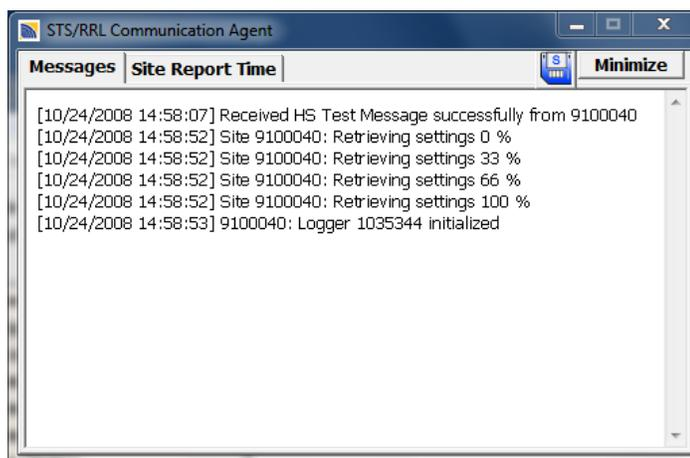

Figura 5-17 Communication Agent del STS que muestra una inicialización satisfactoria
- 6) El proceso de inicialización sólo debe tomar unos pocos minutos. Durante el proceso, el estado del controlador del STS Gold cambiará de "Inactivo" a "Inic". Si la inicialización se realiza correctamente, se dará un mensaje y el estado del controlador del STS cambiará de "Inic" a "Registrando" o "FUT.ST". El sistema comenzará a recolectar datos en la hora especificada. La Figura 5-17 muestra una inicialización satisfactoria como aparece en el Communication Agent del STS.